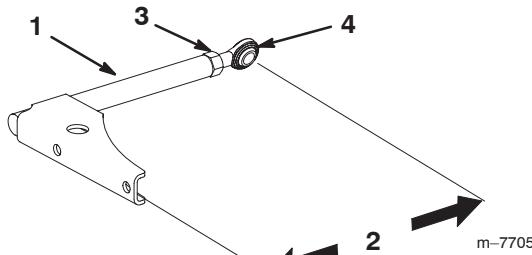

Figure 56
- Desserrez l'écrou de blocage et tournez la rotule dans le sens anti-horaire, un tour à la fois (Fig. 56).
- Réglez chaque côté de la même façon. La longueur nominale de chaque bras de poussée doit être de 34 cm (13-1/2 pouces) à un vrillage de 15 degrés (Fig. 56).